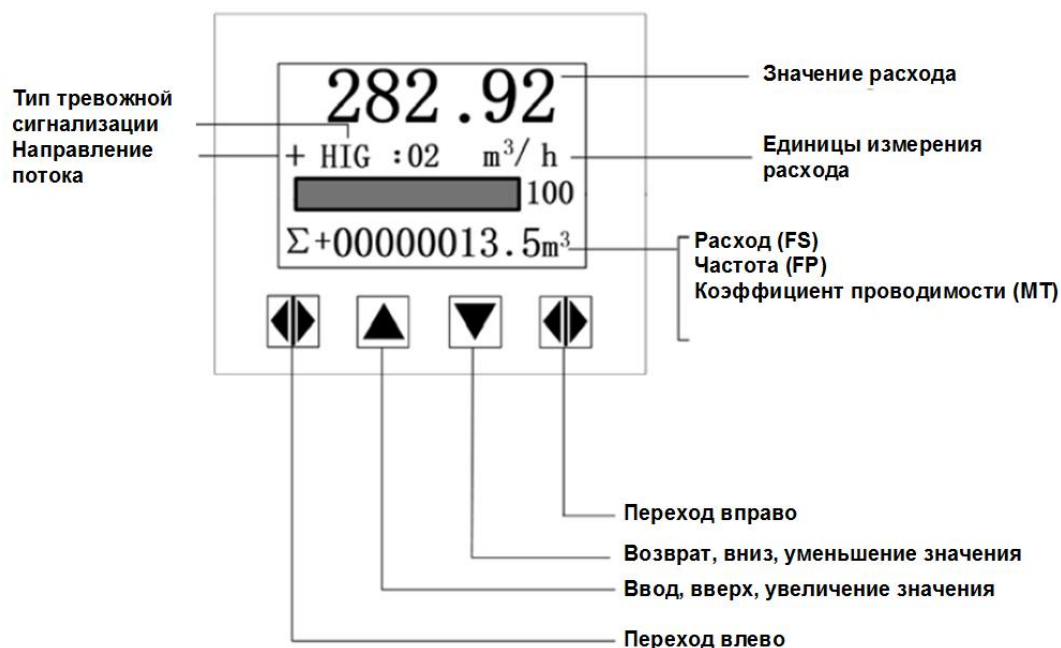

Рис.7. Дисплей расходомера раздельного исполнения
4.1.3. Вид дисплея расходомера раздельного исполнения приведен на рис.7.